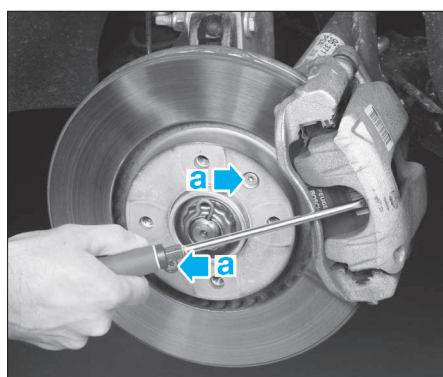

FIG. 5
- Repousser le piston (faire levier avec un tournevis) (Fig.5).
- Déposer les vis (a) (Fig.5) puis le disque de frein.